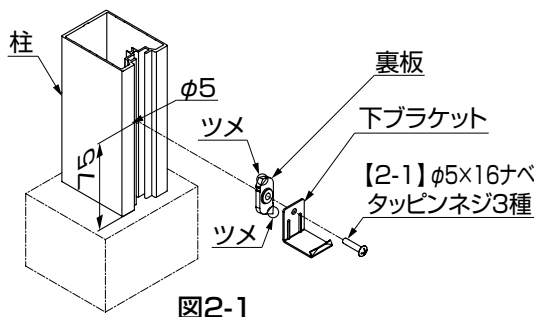

図2-1
- 裏板には表裏があります。角部にツメが立っている側を下ブラケットに向けてください。(図2-1)